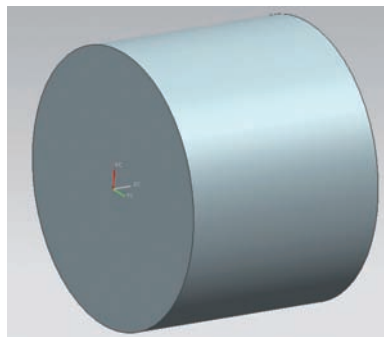

图 2
(1) 大正方体工件的车削：
①校正并夹紧工件左端，车端面，车平即可（见图2）。②调